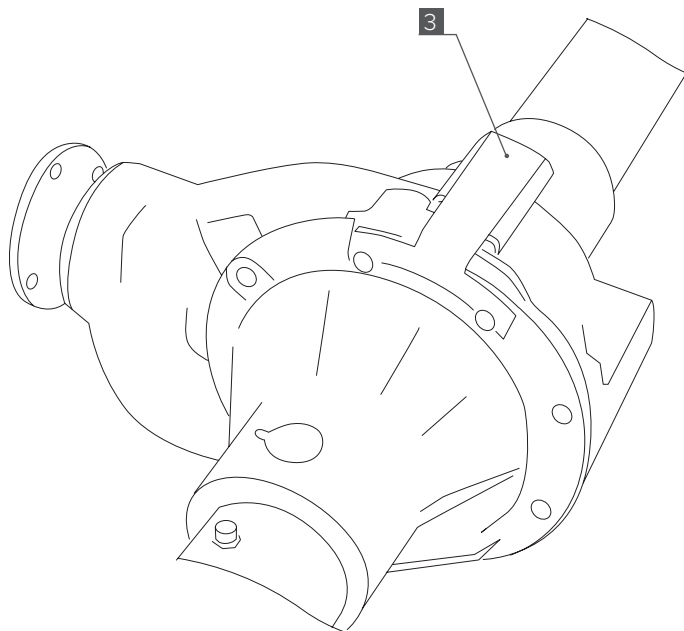

Рис. 11
2. Установите защитный кожух штуцера ввода воздуха в мост [3] под два болта крепления половинок моста (Рис. 11).